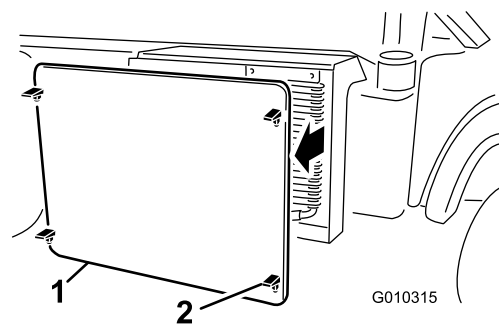

図 50
5. ラジエタースクリーンのラッチを外して、ラジエター前面から外す 図 50。